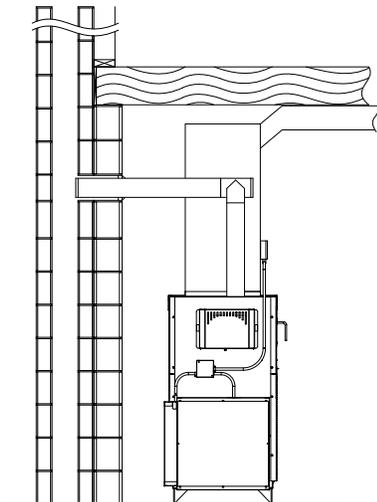

Fig. 24
**Les codes canadiens et locaux peuvent exiger un chemisage intégral de la cheminée. Fig. 24.**